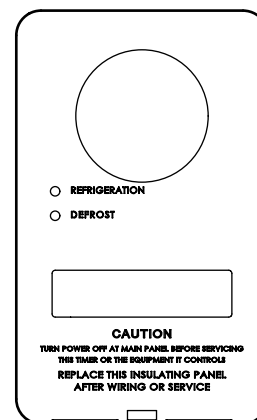

FIG. 2 Frente muerto actual
5. Si corresponde, extraiga y deseche la cubierta del frente muerto actual. Consulte FIG. 2.